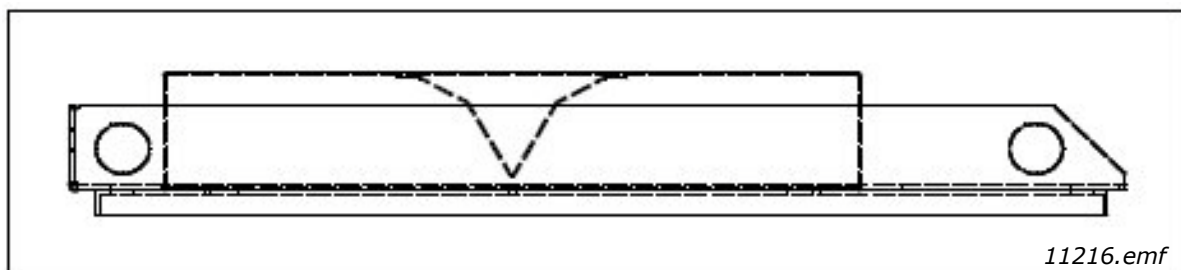

图 38. 屋顶结构侧视图
**备注！**如果柜顶是平的，请在柜顶输入下方安装一个 V 形空气导向板，以引导空气水平流动。请参见图 38。